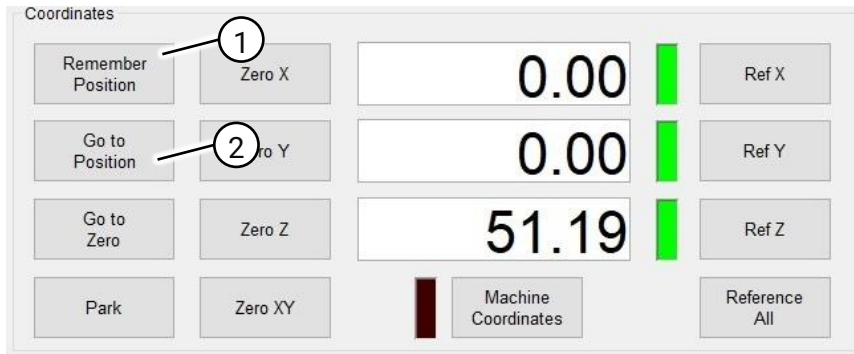

Fig. 79 Het vak 'Coordinates'
1. Door te klikken op 'Remember Position' in het vak 'Coordinates' (Fig. 79 (1)) wordt de huidige positie van de snijtoorts opgeslagen. Om de snijtoorts later naar deze positie te laten terugkeren, klikt u op 'Go to Position' (Fig. 79 (2)). De snijtoorts wordt naar de opgeslagen positie verplaatst. Dit is handig om referentieposities op te slaan voor repetitief werk.